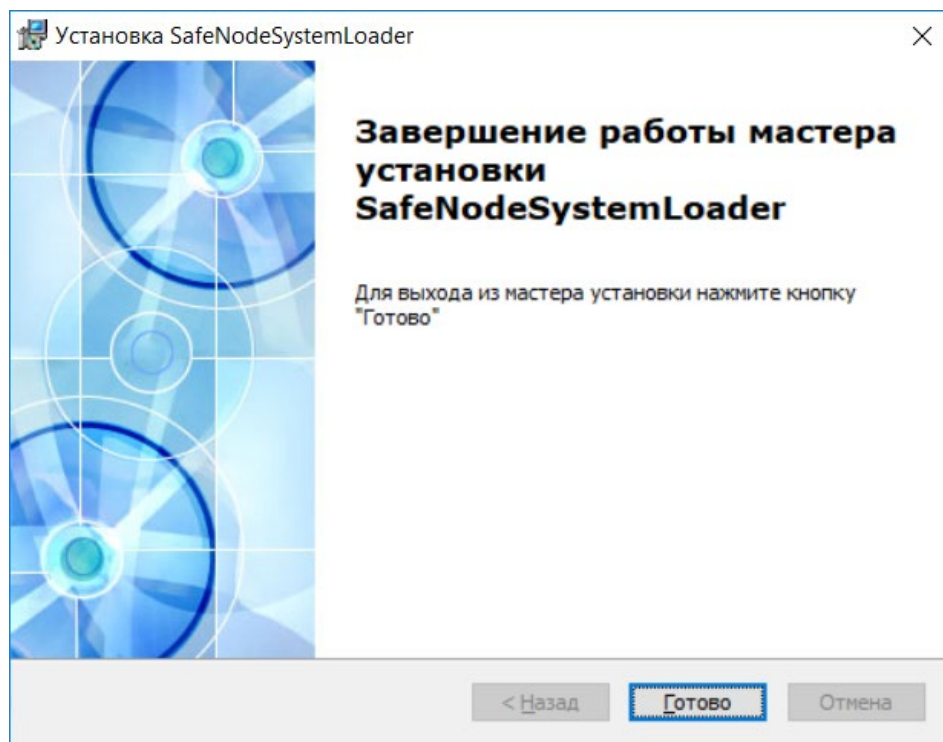

Рисунок 3.13 – Успешная установка изделия
3.3.15 Если изделие было корректно установлено на ЭВМ и при этом не возникло сбоев в процессе установки, после перезагрузки ЭВМ появится информационное сообщение (рисунок 3.13).